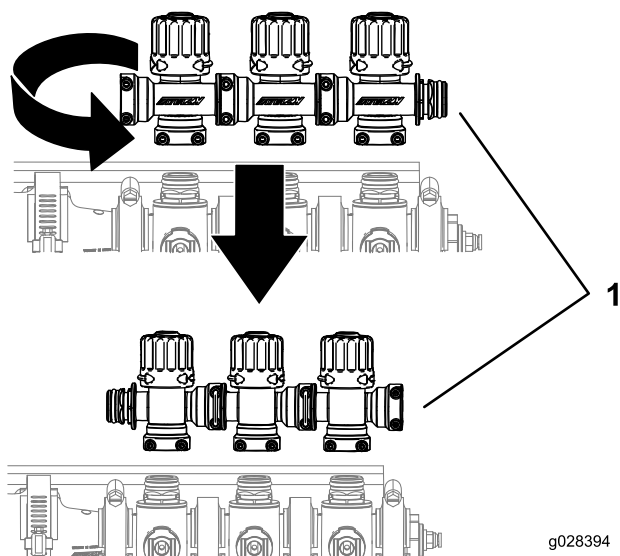

**Figura 10**
3. Retire las horquillas de retención que sujetan el conjunto de válvulas de desvío de los brazos, el conector de extremo y la manguera, según se muestra en Figura 10.